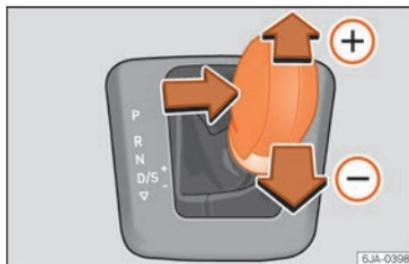

Fig. 218 Leva selettoria: Tiptronic.
- Spingere dolcemente la leva selettoria in avanti (+) »» **fig. 218.**
- Spingere dolcemente la leva selettoria indietro (-) »» **fig. 218.**